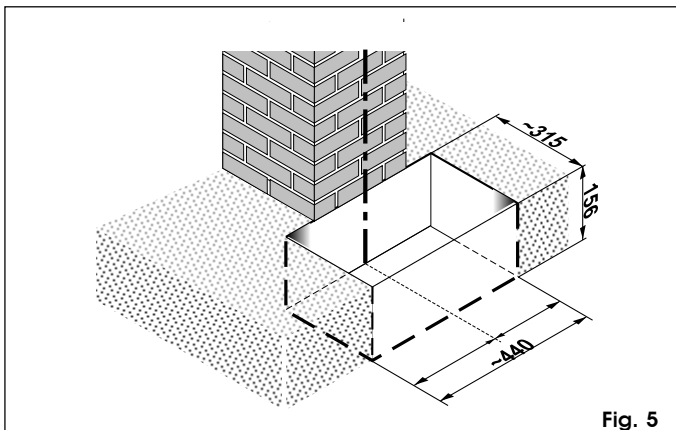

Fig. 5
1) Eseguire uno scavo di fondazione come da fig. 5.